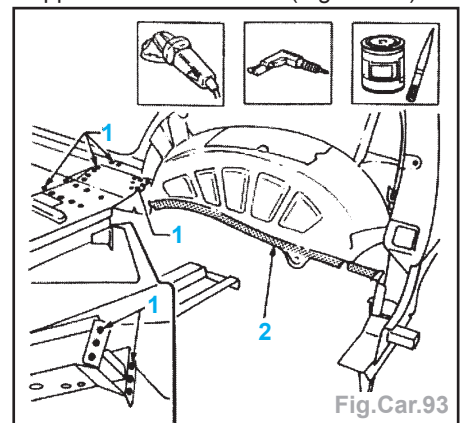

Fig.Car.93
- Effectuer des trous (1) appliquer un apprêt électro-soudable (Fig.Car.93).